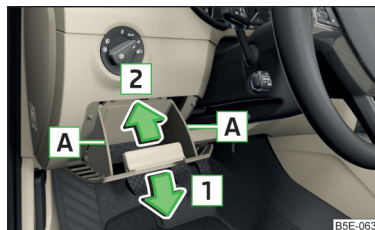

Abb. 350
- › Das Ablagefach seitlich im Bereich [\[A\]](#) fassen und durch Ziehen in Pfeilrichtung [\[1\]](#) aufklappen (zum Aufklappen ist ein erhöhter Kraftaufwand notwendig) » Abb. 350.